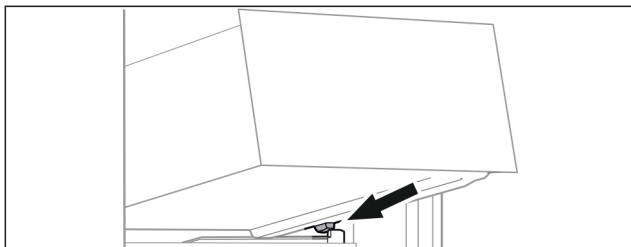

Fig. 104
- Predal postavite v poševnem položaju za zaustavljalniki na nastavek za posodo. (glejte Fig. 104)